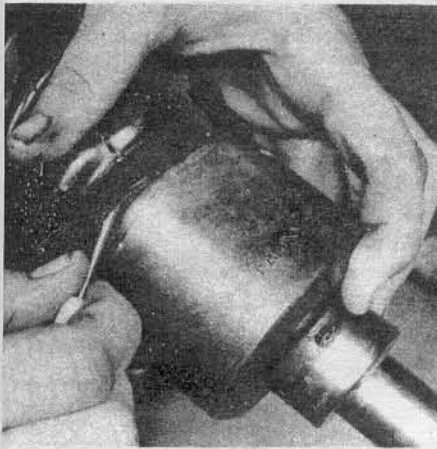

Рис. 9.20 Выравнивание давления внутри шарнира.
37. Уравняйте давление в пыльнике, вставив отвертку между пыльником и внешним кольцом (см. рис. 9.20).